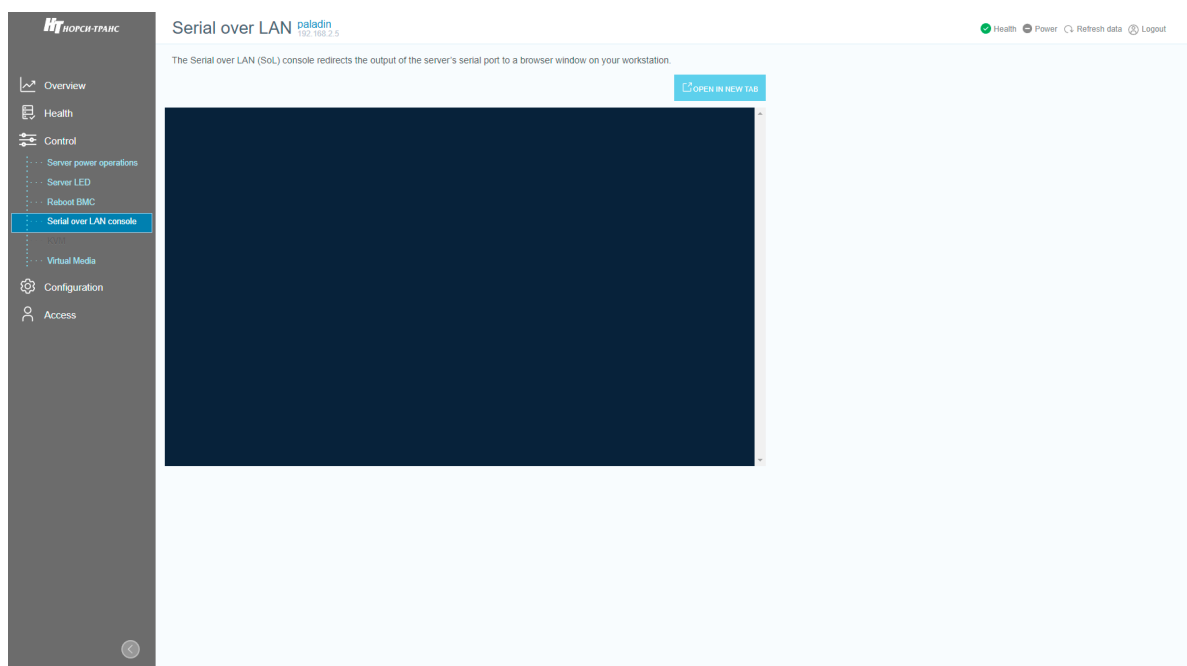

Рис. 80. Окно «Reboot BMC»
- 5) Пройдите во вкладку «Control» → «Serial over LAN» в данной вкладке осуществляется перенаправление выходных данных последовательного порта сервера в окно браузера вашей рабочей станции. Окно показано на рис. 80 Окно «Reboot BMC».